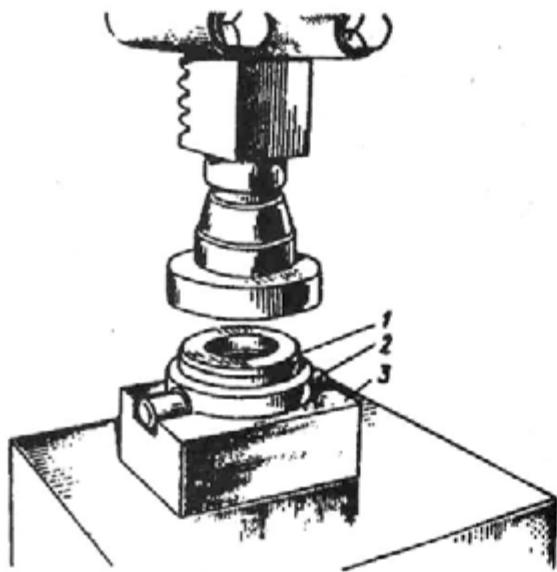

Рис. 88. Запрессовка подшипника в обойму на прессе:
- установите нагретую обойму 2 (рис. 88) в подставку 3 пресса и, вставив подшипник 1 в обойму, запрессуйте его до упора, рабочая поверхность подшипника при этом не должна быть повреждена (сколы, выкрошивание и т.п.). Остыивание обоймы после сборки с подшипником должно происходить на воздухе. Надев на цапфы обоймы штампованные соединительные звенья 8 (см. рис. 73), установите подшипник с обоймой в сборе в слегка смазанные смазкой ЛСЦ-15 радиусные выемки вилки выключения сцепления и закрепите подшипник в вилке при помощи соединительных звеньев. Последние устанавливаются поворотом вокруг оси цапф обоймы подшипника до упора пружинной части звеньев в специальные площадки на обратной стороне радиусных выемок вилки.